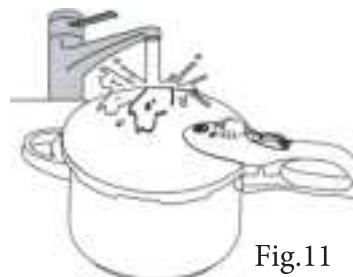

Fig.11
- După ce ați terminat de gătit, deschideți capacul cu mănuși pentru a nu vă arde. (Fig.11)
Puneți oala sub presiune în chiuvetă. Porniți apa rece și lăsați-o să curgă pe capac în timp ce supapa de siguranță scade (Fig. 11, deschiderea capacului este aceeași ca mai sus).